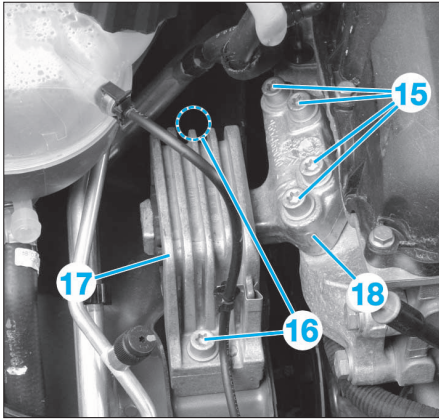
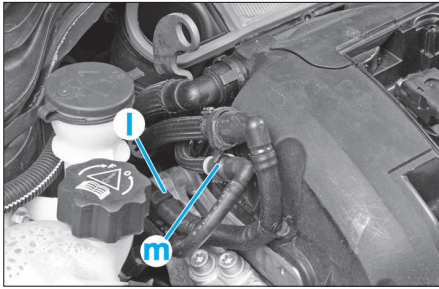

FIG. 5
FIG. 6
- les vis (15) et (16) (Fig.5).
- les supports moteur (17) et (18).
- Déclipper les tuyaux en (l) et (m) (Fig.6).